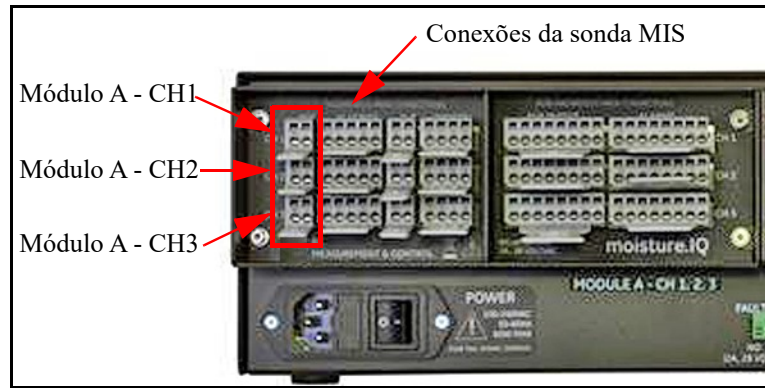

Figura 15: Sonda MISP2
**ATENÇÃO!** A sonda MISP2 tem um conjunto integrado de peças eletrônicas permanentemente conectadas (veja a *Figura 15* abaixo). Não tente separar uma sonda MISP2 dos seus componentes eletrônicos.